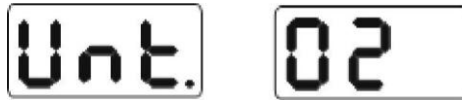

Рис. 9-2
9.2 Нажмите клавишу [Ъф] или [Ьф], см. рис. 9-2, будет выбрана унция;